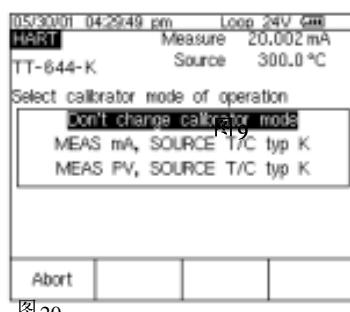

图 20
- 再按 **键**，仪器将提示您选择 744 的设置（图 20）。将光标移到 MEAS mA,SOURCE T/C type K，按 **键**。（如果您要校验数字 PV 而不是校验 mA 输出，即变送器的 HART 查询地址不为 0，则您应当选择 MEAS PV，